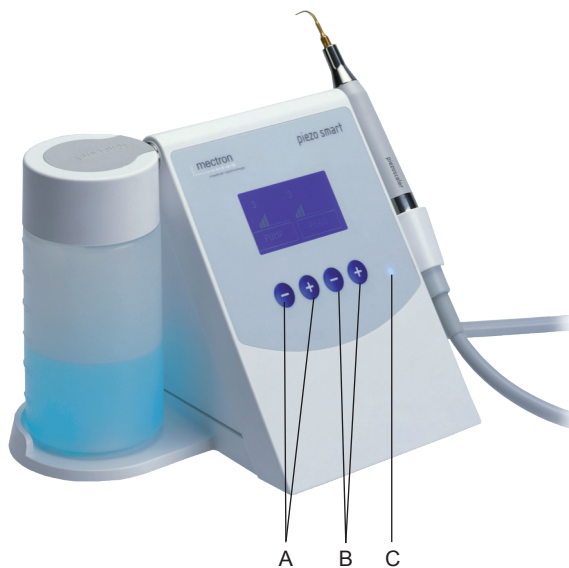
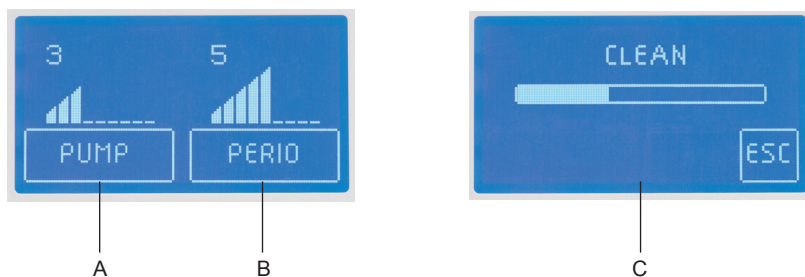

Fig. 7
Fig. 8
In questo paragrafo è rappresentato il pannello frontale (Fig.7) del piezo smart allo scopo di consentire una immediata individuazione dei comandi descritti in questo manuale.
- La parte di sinistra indica il livello di portata della pompa peristaltica "PUMP" (Fig.8 - Rif.A).
- La parte di destra indica la potenza dell'ablatore con il relativo livello (Fig.8 - Rif.B).
Utilizzare i tasti - e + (Fig.7 - Rif.A) per diminuire o aumentare la portata della pompa peristaltica . Sul display varierà l'indicazione (Fig.8 - Rif.A).
Utilizzare i tasti - e + (Fig.7 - Rif.B) per diminuire o aumentare la potenza dell'ablatore. Sul display varierà l'indicazione (Fig.8 - Rif.B).